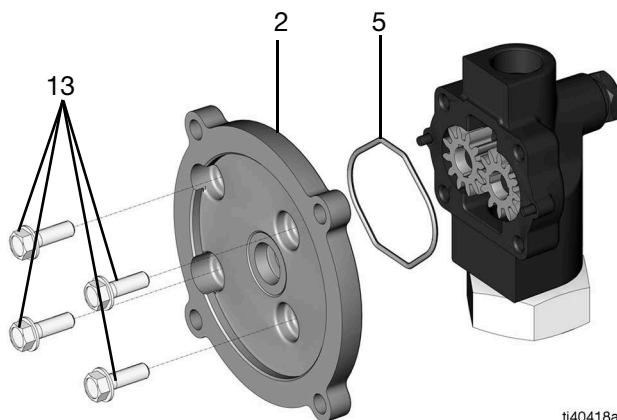

FIG. 9
7. Quite los cuatro tornillos (13) de la placa adaptadora (2) con una llave de tubo de 1/2 pulg. (FIG. 9).
8. Retire la placa adaptadora (2) (FIG. 9).
9. Quite la junta tórica (5) (FIG. 9).
4. Pase los cuatro tornillos (13) a través de la placa adaptadora (2) y utilice una llave de tubo de 1/2 pulg. para apretarlos (Par de apriete de 30 ft-lbs, 40,7 N•m) (consulte la FIG. 9).